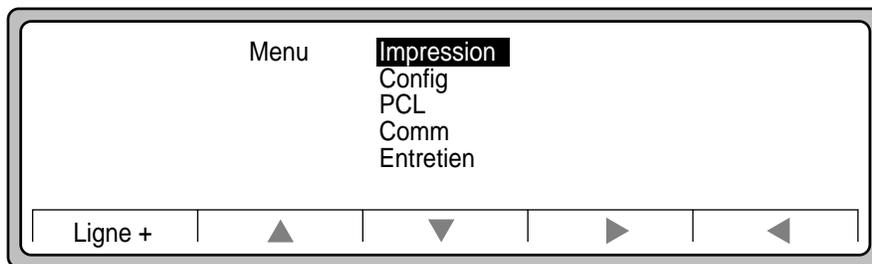

Figure 3-17 Options du Menu
6. Appuyez sur Menu dans l'Écran principal pour afficher les options du Menu, comme illustré à la Figure 3-17.